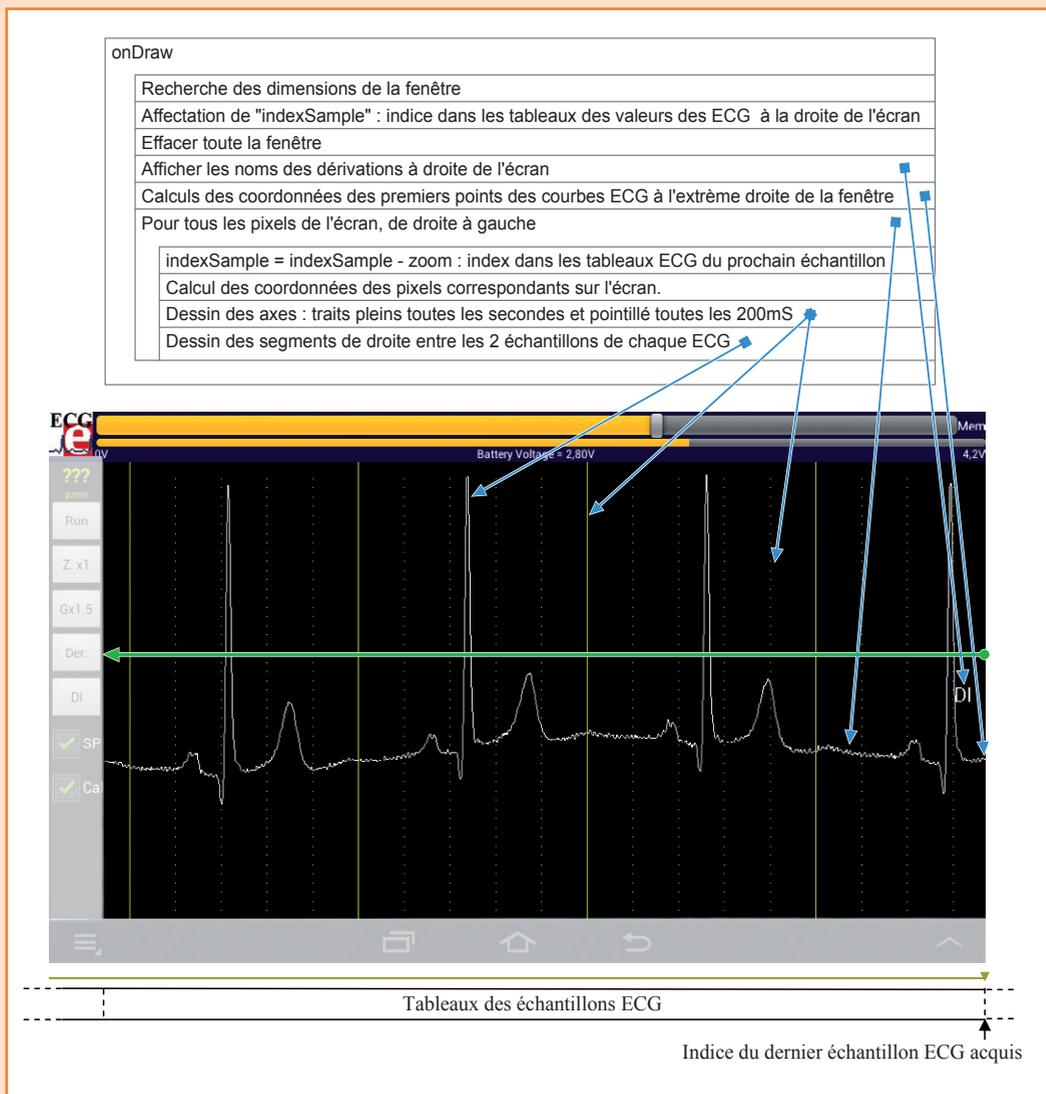

Figure 17. L'algorithme de rafraîchissement déroulant du graphe.
- La méthode *onDraw()* appelée périodiquement par le *thread ThreadGrapheYT*, chargée de dessiner les ECG choisis, ainsi que les axes (fig. 17 dans l'encadré).